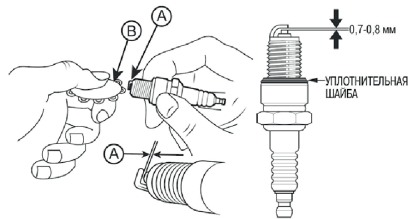

РИС. 18
4. Проверка зазора. С помощью щупа измерьте зазор между электродами (Рис. 18). Номинальное значение: 0,7 - 0,8 мм.